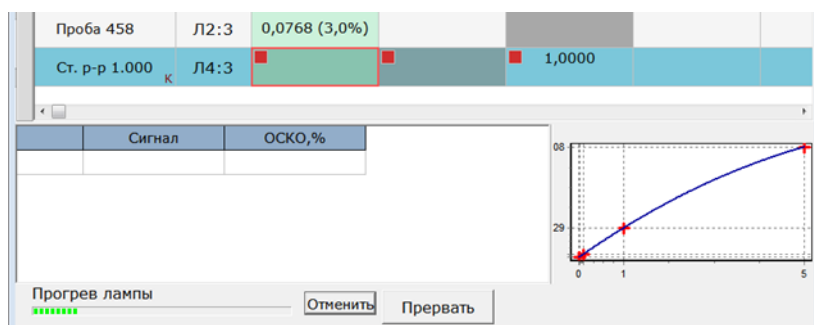

Рис. 35 Прогрев лампы
**ПРИМЕЧАНИЕ:** Если в настройках программы был задан режим прогрева ламп при работе с автосэмплером, перед измерениями будет включена временная задержка «Прогрев лампы». Если в настройках программы был задан режим прогрева горелки при работе с автосэмплером, перед измерениями будет включена временная задержка «Прогрев горелки». Для исключения операций прогрева нажать кнопку «Отменить» рис. 35